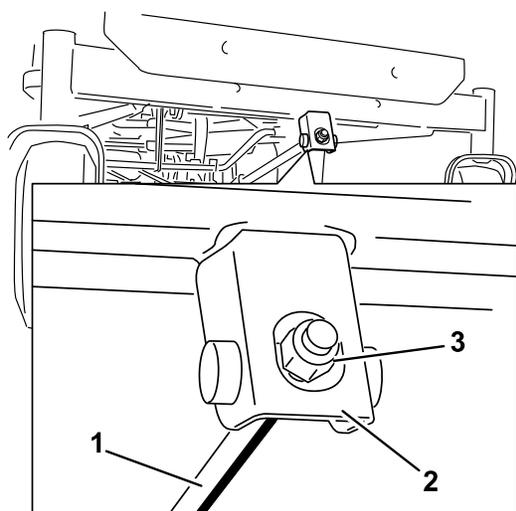

Figure 63
- A. Tournez l'écrou de réglage à l'avant du tablier de coupe (Figure 63).